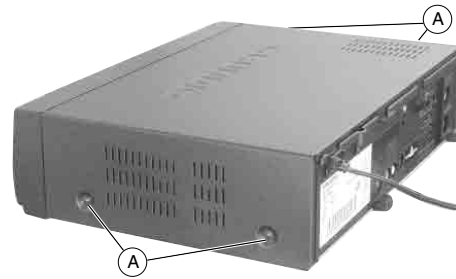

Fig. 1
- 4 Schrauben (A) herausdrehen (Fig. 1).
- Undo 4 screws (A) (Fig. 1).
- Dévisser les 4 vis (A) (Fig. 1).